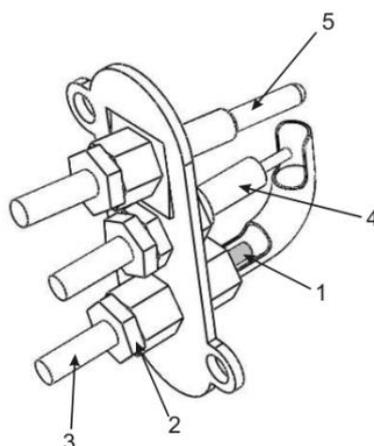

Рис.10 Устройство узла запальной горелки
- Приподнимите запальную горелку. Открутите ключом на 10 муфту подводящей медной трубки 2 (рис.10).
- Выньте из канала смесителя трубку 3 вместе с соплом 1 (рис.10) и замените последнее согласно таблице 4.